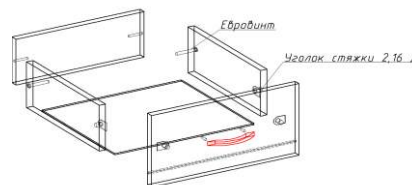

Рис.2 Схема сборки ящика
6. Собрать ящики (см. рис. 2) используя евровинты – А и стяжку – Е, винты - Ж и установить на место;